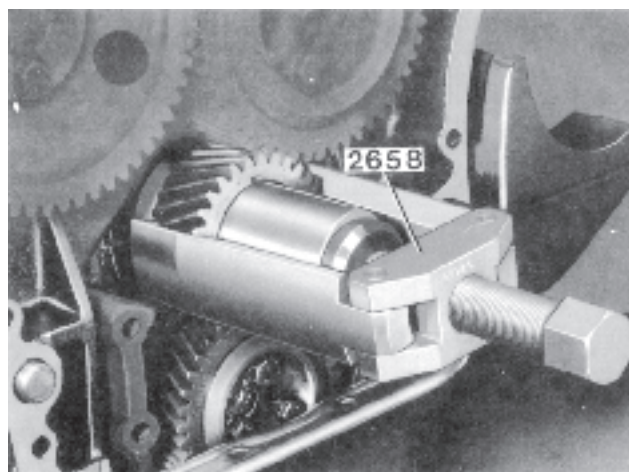

Fig. 49 Démontage du pignon de vilebrequin
10. Déposer le pignon de la pompe d'injection (3).
11. Déposer le pignon intermédiaire (4) de la pompe à huile.
12. Extraire le pignon du vilebrequin (5) en s'aidant de l'extracteur 2658 (fig. 49).